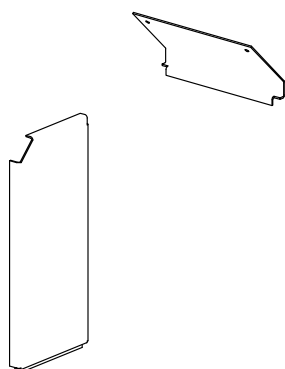

Fig. 35
- Rimozione fianchi e cappello giro fumi (Fig. 35).